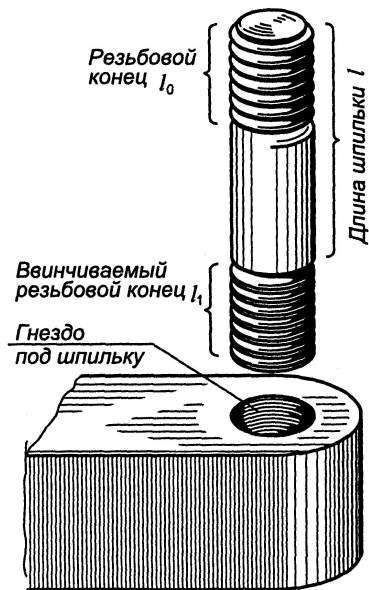

рис. 13
- Шпилька (рис. 13) представляет собой цилиндрический стержень с резьбой на обоих концах.